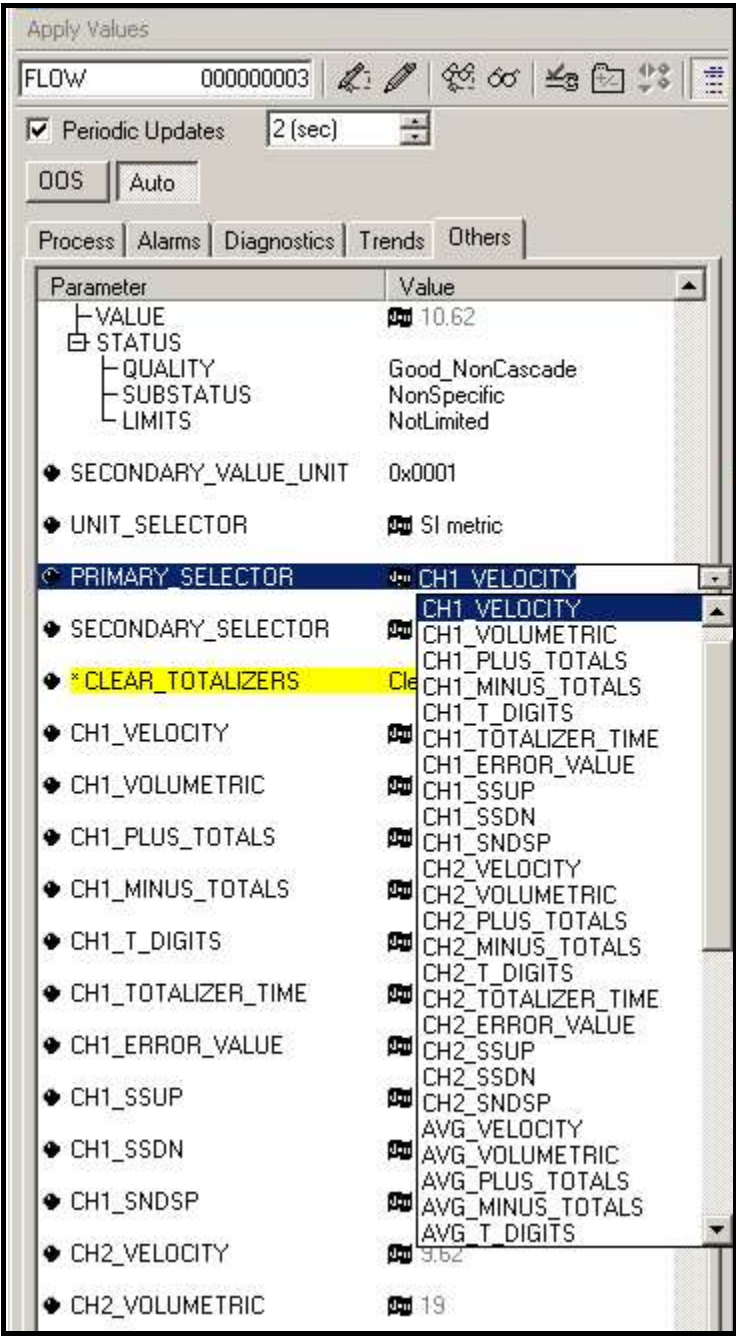

Figura 60: Lista desplegable del selector primario
2. Seleccione la pestaña Otros y abra la lista desplegable para el PRIMARY_SELECTOR y SECONDARY_SELECTOR (consulte la *Figura 60* en la página 113).
3. Elija la unidad de la lista (véase la *Figura 60* en la página 113).
- 1. Una vez seleccionadas las medidas deseadas para PRIMARY_SELECTOR ySECONDARY_SELECTOR, elija el sistema de unidades(UNIT_SELECTOR sobre PRIMARY_SELECTOR) que se programó en el medidor de caudal (imperial o SI), como se muestra en la *Figura 60*.